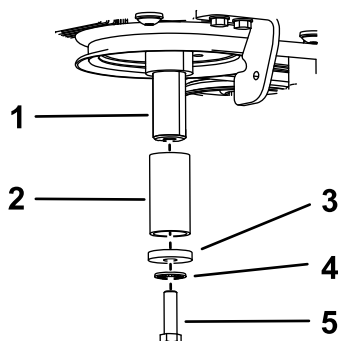

Figure 90
- C. Appliquez du produit antigrippage sur le vilebrequin, puis installez le boulon, la rondelle, la rondelle élastique et une entretoise (réf. Toro 136-5411) sur le vilebrequin (Figure 90).